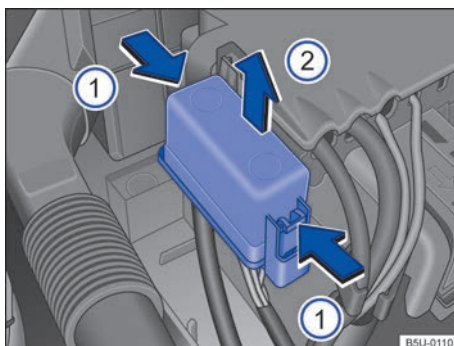

Fig. 163 En el compartimento del motor: cobertura de la caja de fusibles.
- Presionar las trabas en el sentido de la flecha → fig. 163 ①, para desbloquear la cubierta de la caja de fusibles.
- Remover la cobertura por arriba, en el sentido de la flecha ②.
- Para el **montaje**, colocar la cubierta sobre la caja de fusibles. Presionar la cobertura hacia abajo, en el sentido contrario de la flecha ②, hasta que trabé de forma audible.